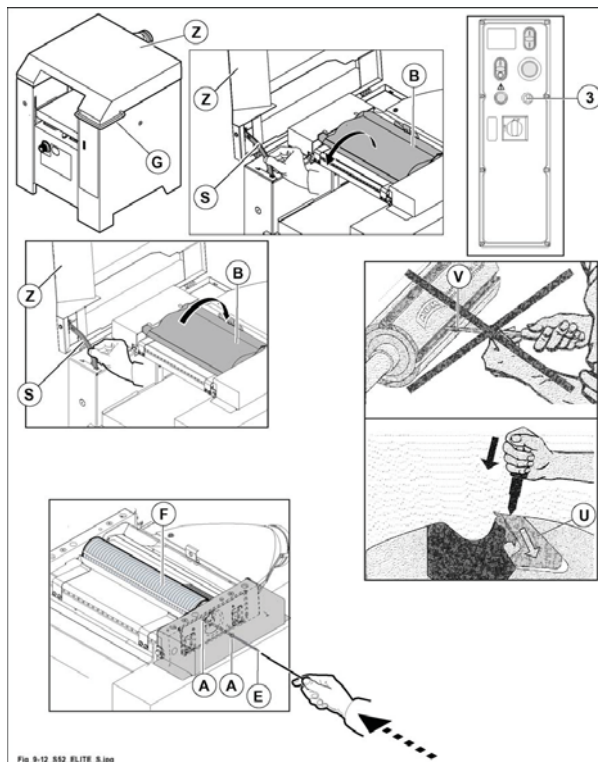

Fig. 9.12
Non sbloccare le viti (V fig. 9.12).
- Sbloccare il freno motore ruotando il selettore (3 fig. 9.12) su freno motore sbloccato lampada spia accesa.
- Sollevare dalla maniglia (G fig. 9.12) il coperchio superiore (Z fig. 9.12);
- Ribaltare la cuffia convogliatrici (B fig. 9.12).
- Ruotare l'albero pialla (F fig. 9.12) fino a portare il coltello da sostituire in corrispondenza del foro (A fig. 9.12) di estrazione.
- Introdurre il nuovo coltello (E fig. 9.12), o quello vecchio girato, centrandolo perfettamente nel senso della lunghezza.
- Avviando la macchina, i lardoni (U fig. 9.12) si posizioneranno automaticamente.
- Ad operazione ultimata chiudere il convogliatore (B fig. 9.12), disinnestare il bloccaggio (S fig. 9.12) e chiudere il cofano (Z fig. 9.12).
- Bloccare il freno motore ruotando il selettore (3 fig. 9.12) su freno motore bloccato lampada spia spenta.